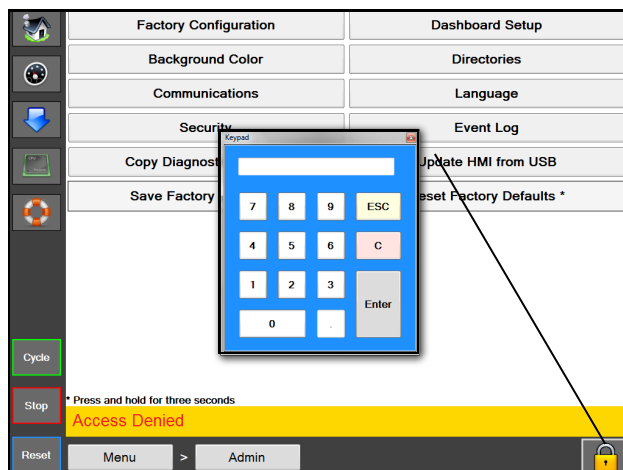

Abb. 1-11C. Tastenfeld
1. Berühren Sie das Vorhängeschloss-Symbol und geben Sie das entsprechende Passwort ein. **Abb. 1-11C.**